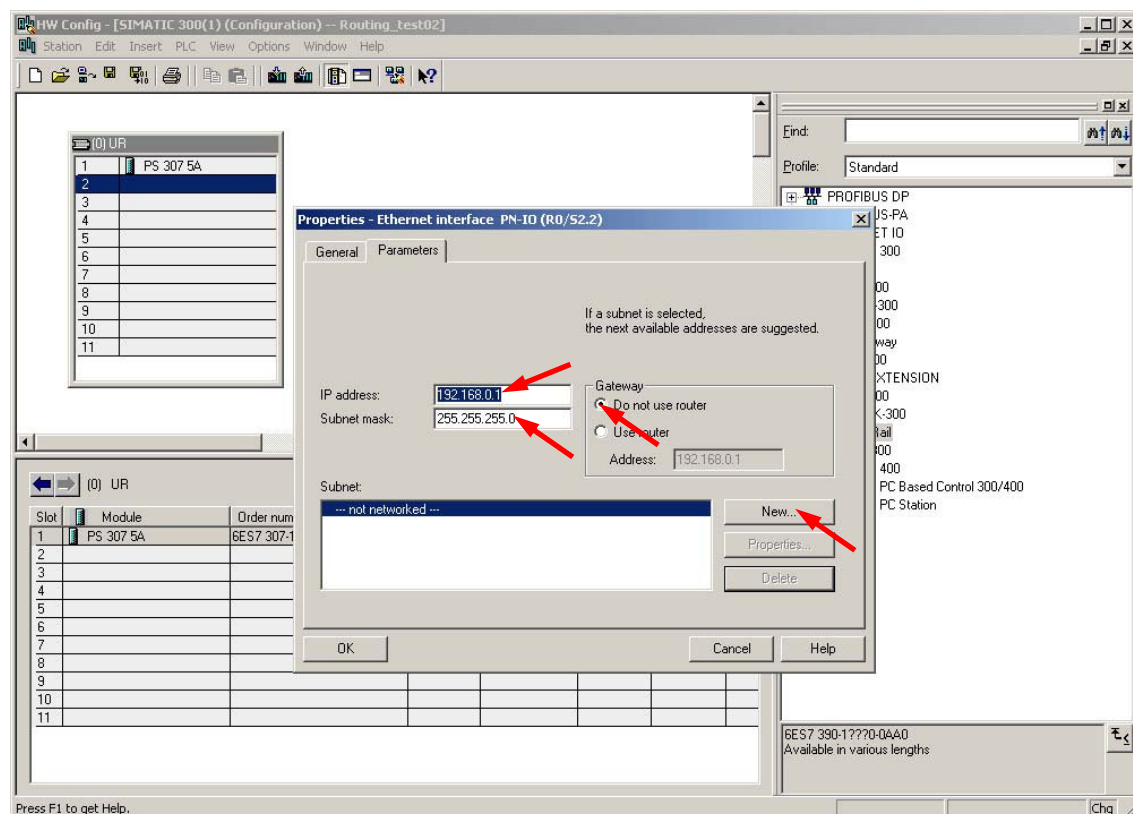

图 7-1 插入 CPU
- 当插入 CPU 时，以太网接口的设定窗口打开（图 7-1）。